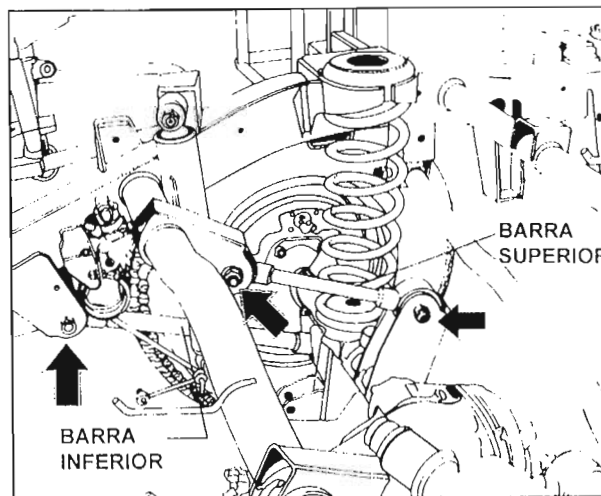

Fig.30 – Desmontaje de la barra superior e inferior de conexión
- Afloje y retire las tuercas de montaje de las barras superiores de conexión. (Fig. 30.)
- Afloje y retire las tuercas de la barra inferior de conexión (Fig.30)